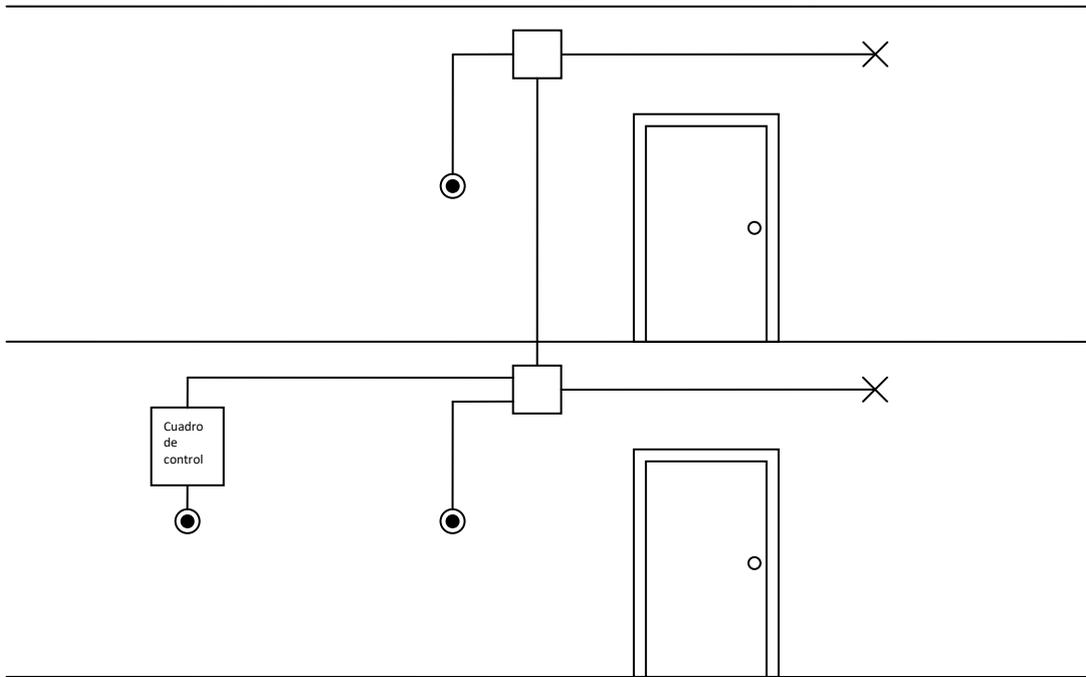

Figura 1
Para la iluminación de la escalera de dos plantas de la *figura 1* se desea realizar la instalación que se detalla a continuación.
- b) Representar la instalación mediante un esquema unifilar en el que se indique la cantidad de hilos que se alojaron en las canalizaciones representadas en la *figura 1*. (20%)